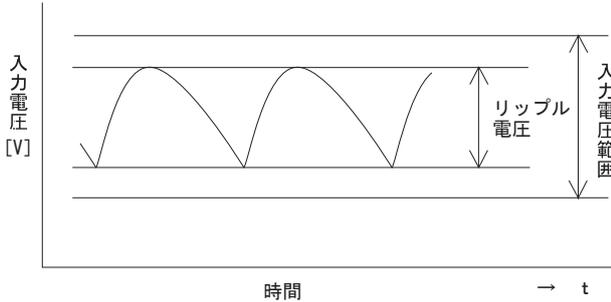

図2.1 入力電圧のリップル
- 入力電圧に含まれるリップル電圧（図2.1）は、以下のようにご使用ください。この値が大きいと出力リップル電圧が大きくなります。